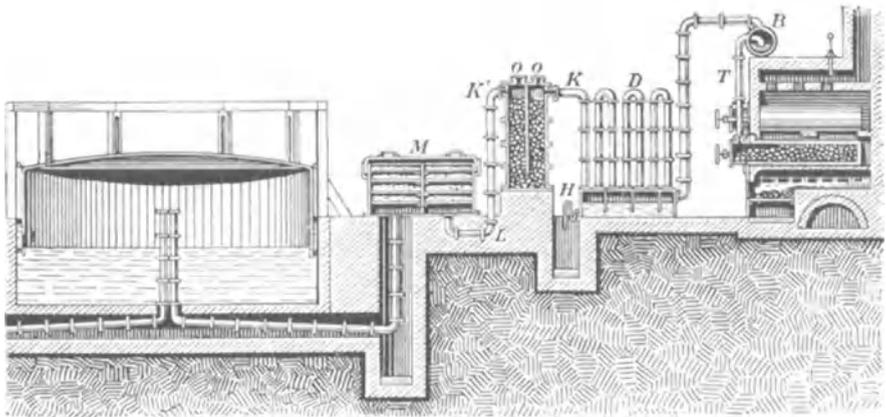

Abb. 29. Schematische Darstellung einer Gasanstalt.
Das in den Retorten entwickelte rohe Leuchtgas steigt durch ein weites eisernes Rohr nach oben und tritt in die Vorlagen (Abb. 29) (B). Dies sind mit Wasser halbgefüllte horizontale Röhren, die das Gas von allen Retorten je eines Ofens sammeln und weiterführen. Dabei werden bereits geringe Mengen Teer abgeschieden und Spuren Ammoniak gelöst. Die Absperrung durch Wasser ist nötig, weil sonst das Gas bei jedesmaligem Öffnen der Retorte zurücktreten würde.